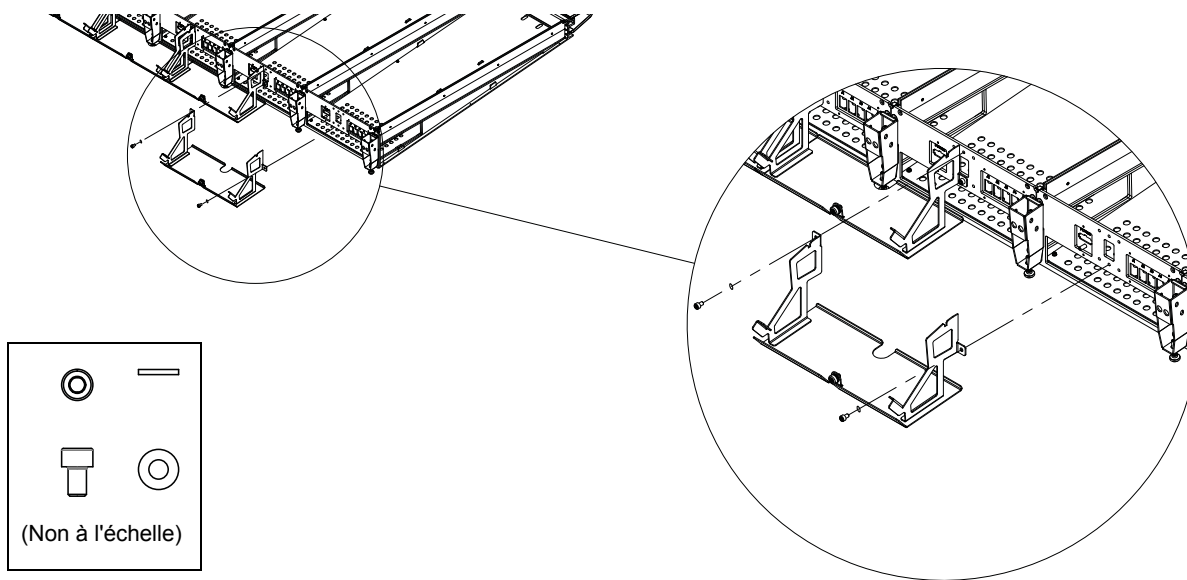

Figure 28. Fixation des supports de montage des panneaux arrière
- 2 En vous tenant face à l'arrière du châssis, partez de l'extrémité gauche et fixez un support de panneau arrière sur les plaques de connexion arrière des deux premiers bacs, à l'aide de vis hexagonales et de rondelles. La Figure 28 montre comment fixer les supports sur les bacs.